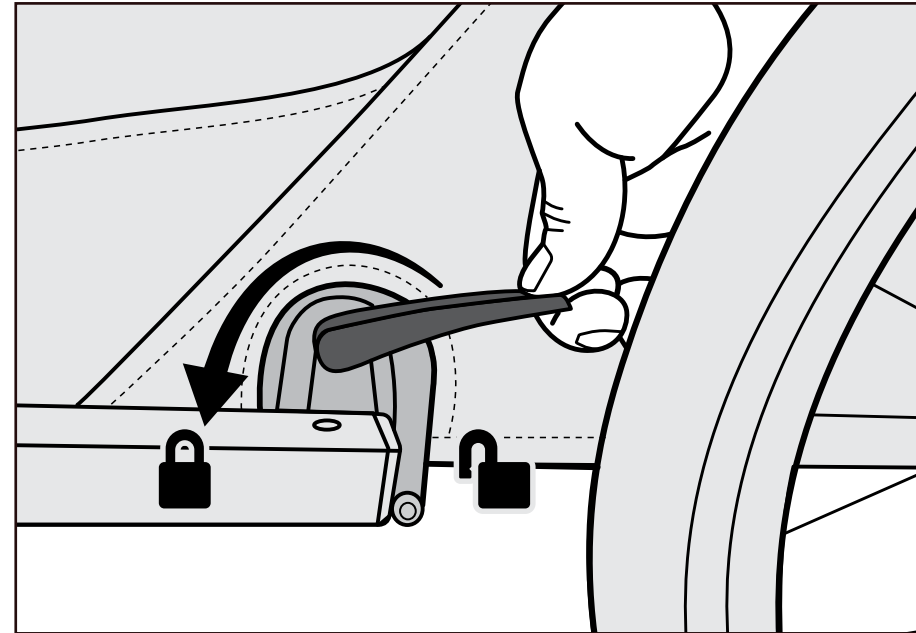

Figura 13
2. Gire la palanca del freno de estacionamiento roja de forma que apunte hacia la parte delantera del remolque (Figura 13). Es posible que deba mover el remolque ligeramente hacia adelante para que se accione el freno y la palanca gire completamente.